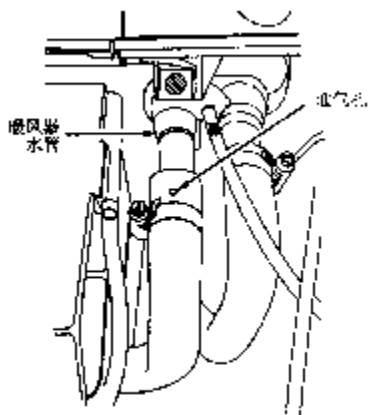

图 6-3 暖风器软管通气孔位置
(1) 松开冷却液管后面的放气螺钉。在前围板连接处拉回暖风器软管，露出暖风器水管上的通气孔（见图 6-3）。通过膨胀水箱加注冷却系统直到冷却液从通气孔流出来。拧紧暖风器软管和放气螺钉。